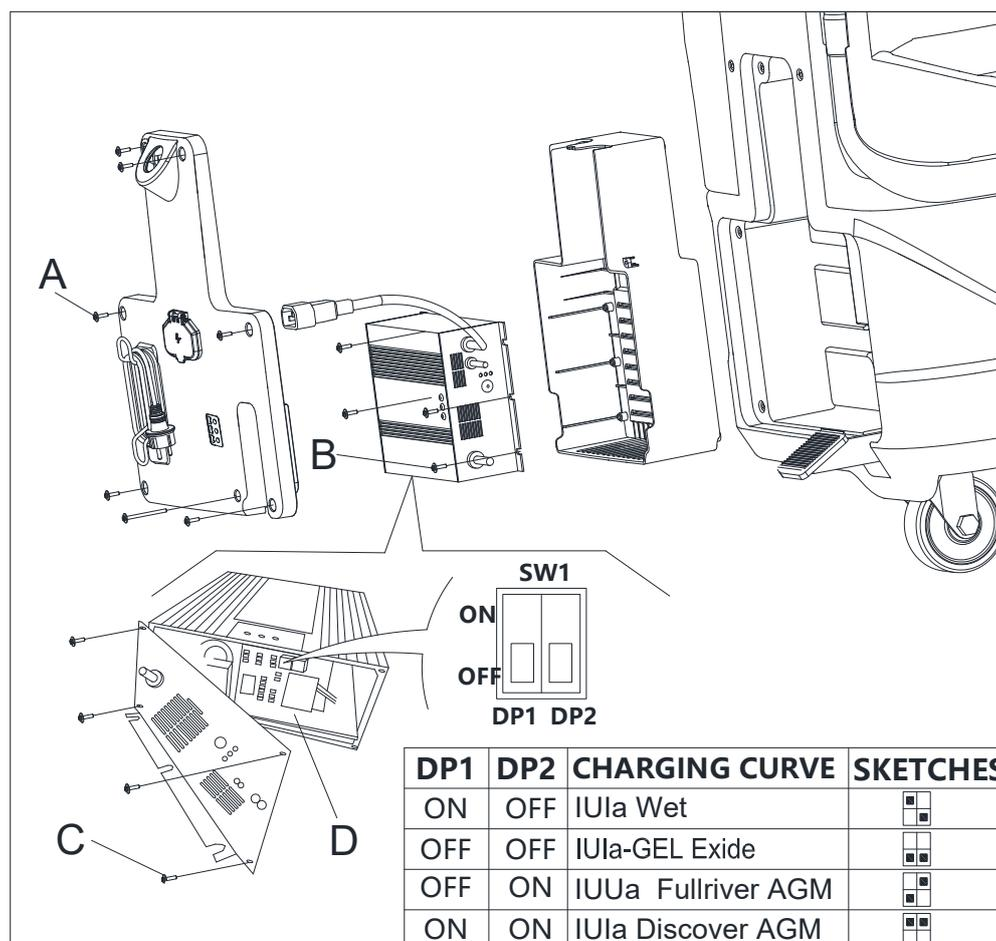

Рис. 4.1
11. Открутите винты (А, В, С, Рис. 4.1).
12. Откройте зарядное устройство и найдите комплект переключателей sw1 (D, Рис. 4.1).
13. Настройте переключатели в соответствии с таблицей на Рис. 4.1.
14. Установите винты (А, В, С, Рис. 4.1) на место после завершения настройки.